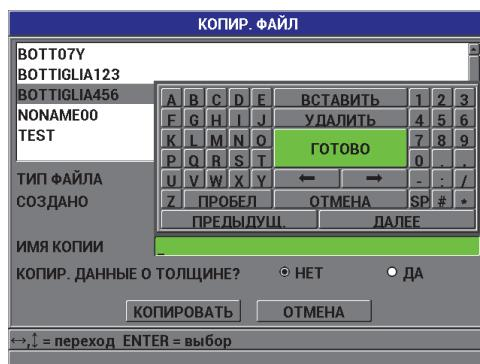

Рис. 7-10 Копирование файла
2. В окне КОПИР. ФАЙЛ (см. Рис. 7-10 на стр. 135) выделите в списке нужный исходный файл и нажмите [ENTER].